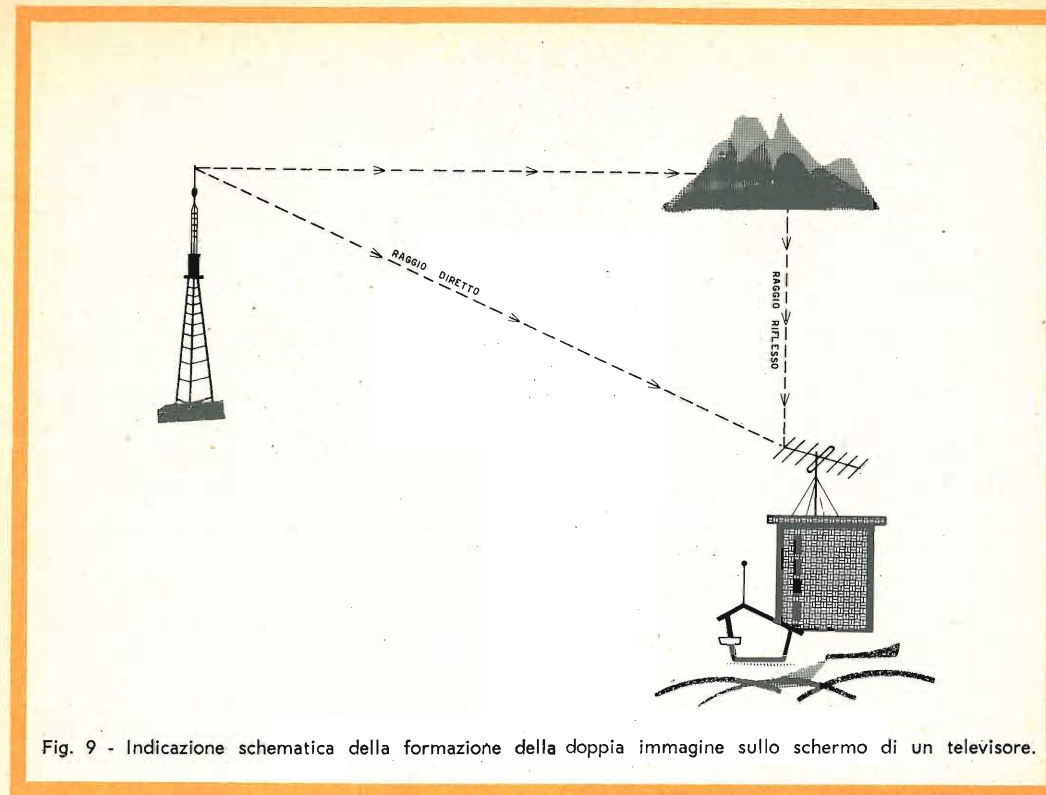

Fig. 9 - Indicazione schematica della formazione della doppia immagine sullo schermo di un televisore.
**Causa** - L'anomalia, che è di carattere esterna al televisore, è dovuta alle onde elettromagnetiche che giungono dal trasmettitore al ricevitore, oltre che per via diretta, anche per riflessione da un ostacolo posto lateralmente o dietro l'antenna ricevente (fig. 9).